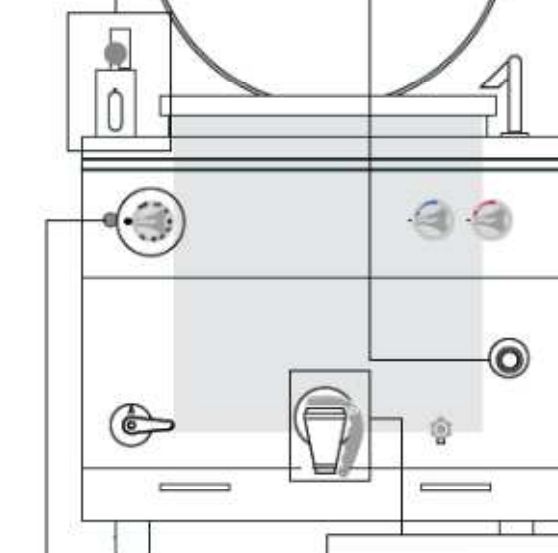

Рис. 10
1. Под сливным краном размещают емкость для пищи (из подходящего материала и имеющую достаточный объем) (рис. 10).